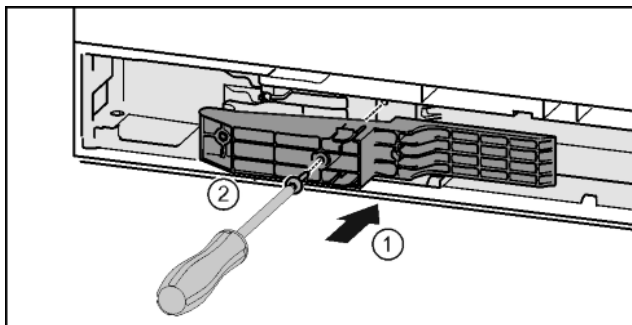

Fig. 44\*
- ▶ Поставете адаптерния елемент от страната на дръжката в прореза.\* Fig. 44 (1)
- ▶ С отвертка T15 затегнете винтовете.\* Fig. 44 (2)